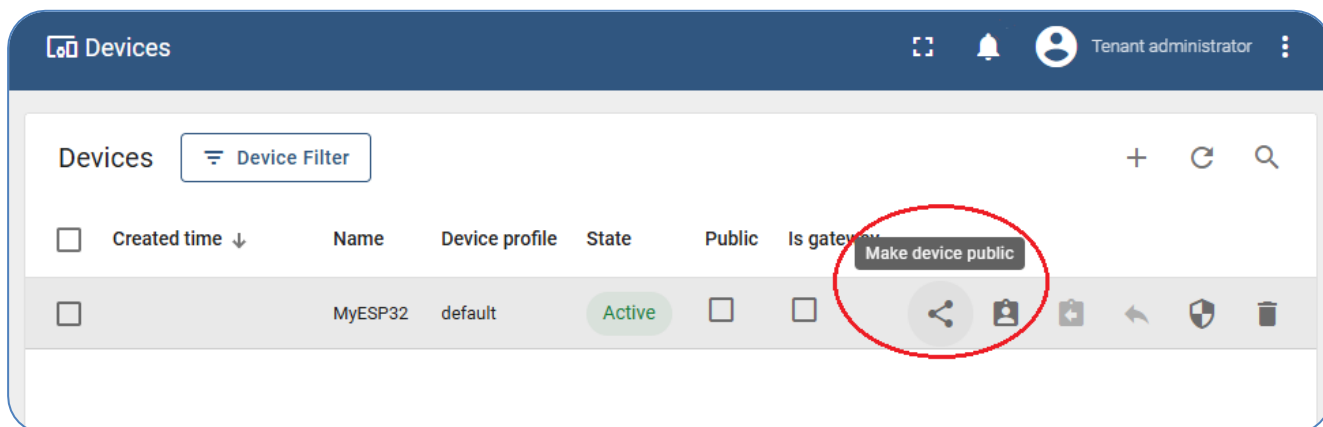

Рис. 6.7. Встановлення публічного доступу до пристрою
- Перейти на сторінку «Devices» та натиснути «Make device public» (рис. 6.7), щоб зробити відповідний пристрій публічними.